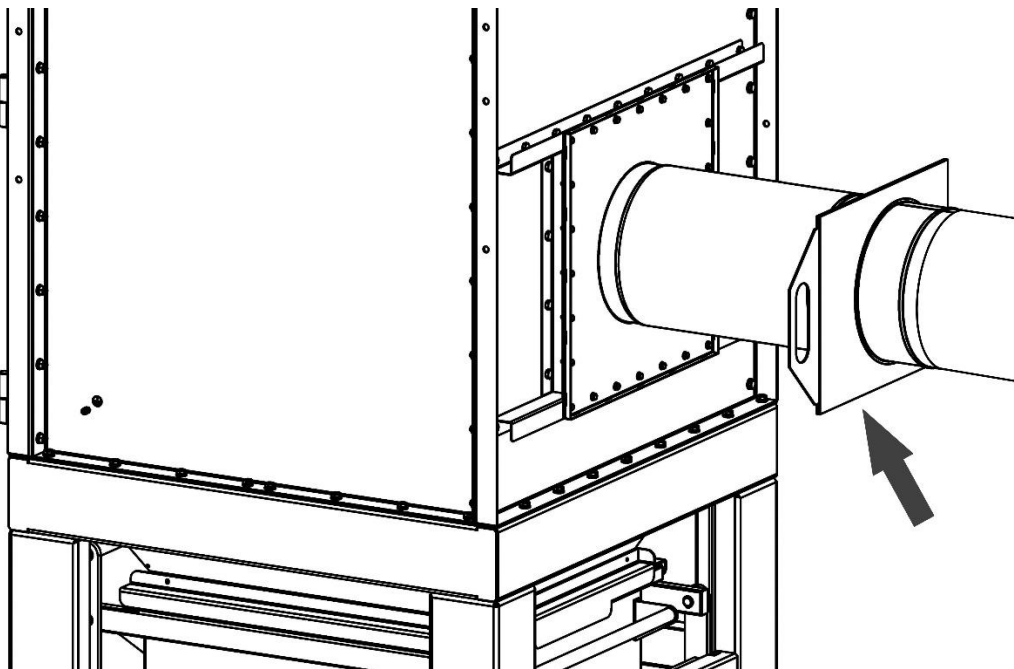

Рисунок 10
5.3.3 Между выходным соединительным патрубком и вытяжным вентилятором установить воздушную заслонку (рисунок 10). При первом пуске фильтра либо после замены картриджей заслонку перекрывают на половину, для уменьшения скорости потока очищаемого воздуха и предупреждения преждевременного износа картриджей.